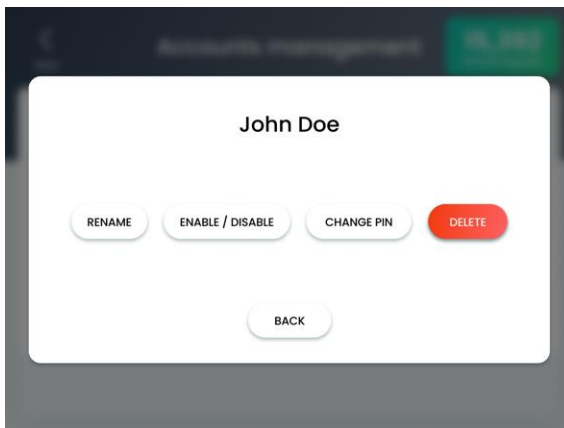

Figure 6-6. Écran Selected User's Account (Compte de l'utilisateur sélectionné)
2. Dans cet écran, sélectionnez l'entrée de l'utilisateur à renommer ; l'écran de compte de l'utilisateur sélectionné apparaît, comme illustré à la Figure 6-6.